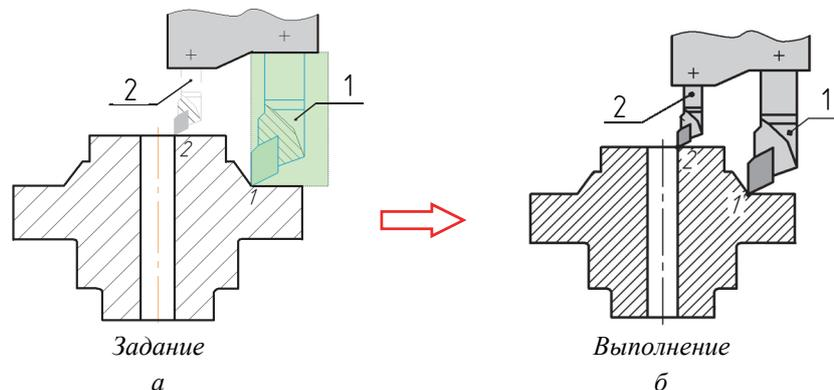

Рис. 2.5
Скопировать изображение большого резца (поз. 1 рис. 2.5, а) и переместить уменьшенную в два раза копию на место малого резца (поз. 2).
2. Выделить мышью изображение резца поз. 1, как показано на рис. 2.5, а. Рамка для выделения образуется при перемещении мыши с нажатой левой клавишей по контуру резца. Для завершения выделения щелкнуть этой клавишей по одному из углов рамки.
6. В ответ на запрос системы *Укажите новое положение базовой точки* указать точку 2 на детали. Будет построена копия резца, уменьшенная в два раза (рис. 2.5, б).